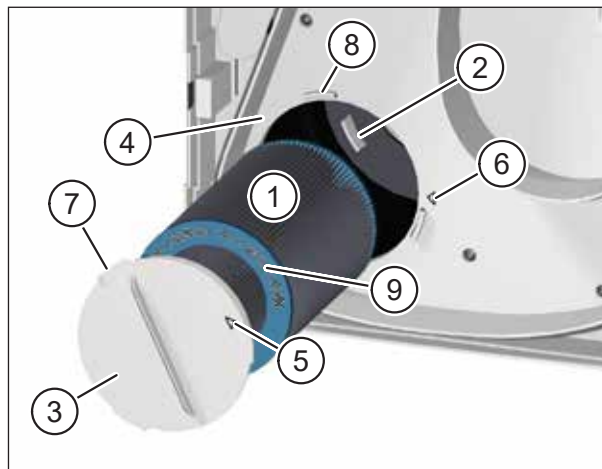

Abb. 23: Neuen Außenluftfilter einsetzen
- ▶ Führen Sie den neuen Außenluftfilter (Pos. 1 in Abb. 23) vorsichtig in das Lüftungsgerät ein.
- ▶ Achten Sie darauf, dass der Luftfilter in die 3 Haltenasen (Pos. 2 in Abb. 23) an der Rückwand des Lüftungsgerätes gleitet.
- ▶ Setzen Sie den Filterdeckel (Pos. 3 in Abb. 23) auf den Außenluftfilter auf. Achten Sie darauf, dass der Filterdeckel plan auf der Zwischenplatte (Pos. 4 in Abb. 23) aufliegt.
- ▶ Drehen Sie den Filterdeckel im Uhrzeigersinn, bis der Pfeil auf dem Filterdeckel (Pos. 5 in Abb. 23) mit dem Pfeil der Arretierposition (Pos. 6 in Abb. 23) fluchtet. Achten Sie darauf, dass die 3 Nasen (Pos. 7 in Abb. 23) am Filterdeckel in den Halterungen (Pos. 8 in Abb. 23) an der Zwischenplatte einrasten.
- Als Außenluftfilter dürfen nur M-WRG-II FA, Art.-Nr. 750010, und M-WRG-II FK (Aktivkohlefilter), Art.-Nr. 750020, verwendet werden. Art.-Nr. und Luftfilterklasse sind auf der türkisen Endscheibe des Luftfilters (Pos. 9 in Abb. 23) eingeprägt.